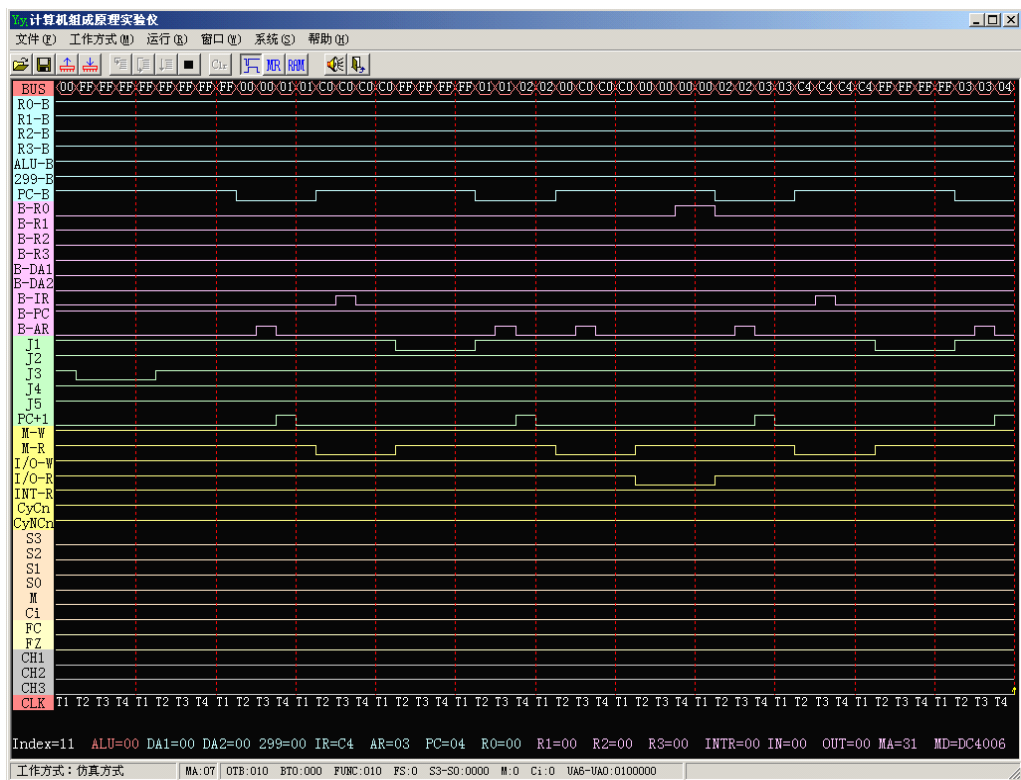

图 11 时序图
③ 时序窗口 (C) —— 打开时序窗口的工具栏按钮是 ，时序图如图 11 所示。时序图的功能是解释微指令，并显示微指令在每个时钟时发出的控制信号。
时序窗口 (C) 查看在单步微程序、单步程序或连续运行的情况下，各个时钟到来时控制信号的变化。如图 11 所示，屏幕左侧是控制信号区，屏幕末行是数据区，显示在当前时钟时刻实验仪/仿真机上寄存器等部件的值。